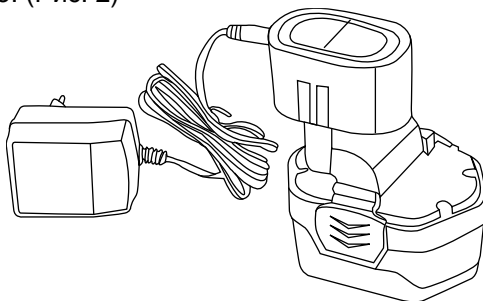

Рис. 2
- Время зарядки 3-5 часов. По завершению зарядки на зарядном устройстве загорятся два индикатора (красный и зеленый) одновременно. (Рис. 2)